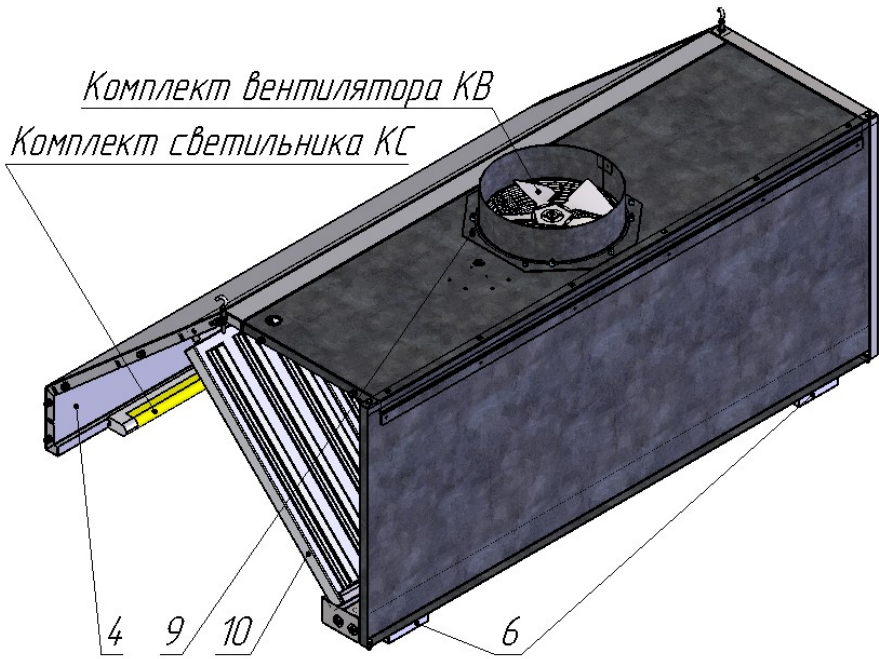

Рис. 3
3.5.7. Установку фильтров поз. 10 (Рис. 3) и лотков поз. 6 (Рис. 3) произвести согласно Рис. 3.
(Рис. 3) , совместить комплект вентилятора с отверстиями в крышке зонта и зафиксировать, затянув крепеж.
3.5.9. При наличии комплекта светильника КС (заказывается дополнительно для каждого зонта). Закрепить на крышке короба поз. 4 (Рис. 3) при помощи винтового соединения М3 и направляющей, входящими в комплект светильника.